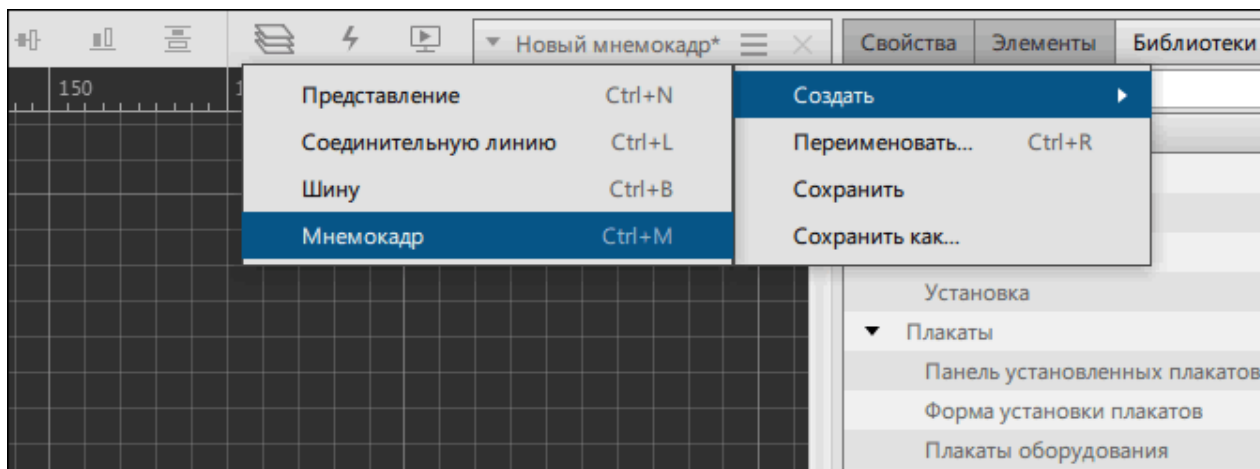

Рисунок 371 - Создание мнемокадра
1. Нажмите на  и выберите **Создать** → **Мнемокадр** (Рисунок 371).